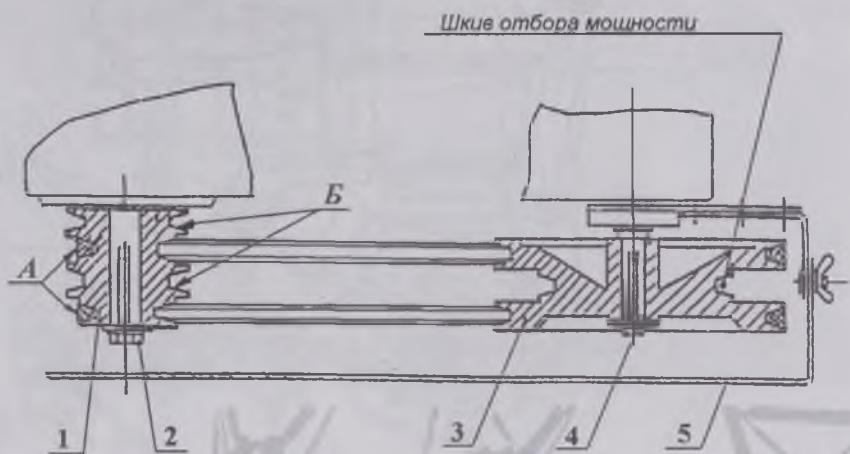

Рис. 4 Схема перестановки ведущего шкива
Изменение частоты вращения колес может осуществляться за счет перестановки четырехручьевого шкива на двигателе. Снимите кожух 5 рис. 4 клиноременной передачи, отвернув гайки крепления кожуха. Отверните болт крепления шкива (или снимите пружинное кольцо). Снимите шкив с вала двигателя и, перевернув его на 180°, установите на вал, установив ремни в ручьи большего диаметра. Отрегулируйте натяжение ремней (см. п. 7.2.3).
- При закреплении двигателя следите за расположением торцов шкивов 1 и 3 рис.4 клиноременной передачи. Торцы шкивов должны располагаться в одной плоскости. Допустимое отклонение не более 1 мм.